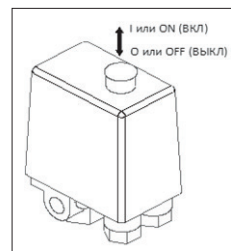

Рис. 6
- Проверьте, чтобы выключатель находился в выключенном положении «O» / «OFF» (в зависимости от исполнения) (Рис. 6).
- Включите компрессор выключателем на реле давления. Для этого необходимо переключить выключатель в положение «I» или «ON» (в зависимости от исполнения) (Рис. 6).
в положение «0» или «OFF» (в зависимости от исполнения) (Рис. 6). После этого остановится электродвигатель и произойдет сброс давления из нагнетательного воздухопровода и поршневого блока.